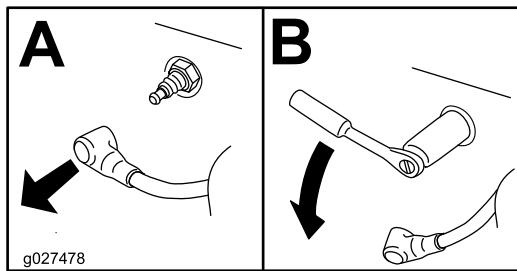

Bild 50
4. Nehmen Sie die Zündkerze heraus (Bild 50).